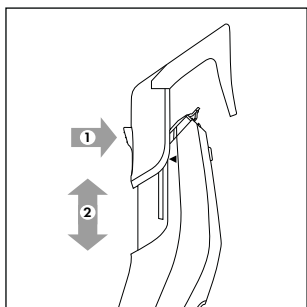
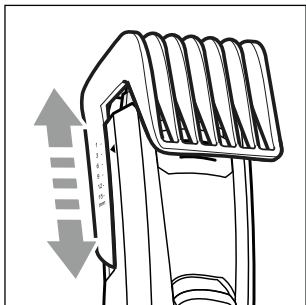

Fig. 3
Fig. 4
- ◆ Tryk på knappen bag på kamopsatsen **10/11**, og skyd kamopsatsen **10/11** opad eller nedad (se fig. 3). På denne måde kan du indstille den ønskede klippelængde (se også kapitlet **Klipning af hår**).
- 3) Indstil klippelængden på kamopsatsen **10/11** til den ønskede hårlængde. Tryk på knappen bag på kamopsatsen **10/11** og forskyd kamopsatsen **10/11** opad eller nedad (se fig. 3). Klippelængden kan aflæses vha. markeringerne på siden af kamopsatsen **10/11** (se fig. 4). Start først med en længere klippelængde, og indstil gradvist kortere klippelængder i løbet af klipningen.
- ◆ Indstil klippelængden på kamopsatsen **10/11** til den ønskede hårlængde. Tryk på knappen bag på kamopsatsen **10/11** og forskyd kamopsatsen **10/11** opad eller nedad (se fig. 3). Klippelængden kan aflæses vha. markeringerne på siden af kamopsatsen **10/11** (se fig. 4). Trim kun skægget trinvist.